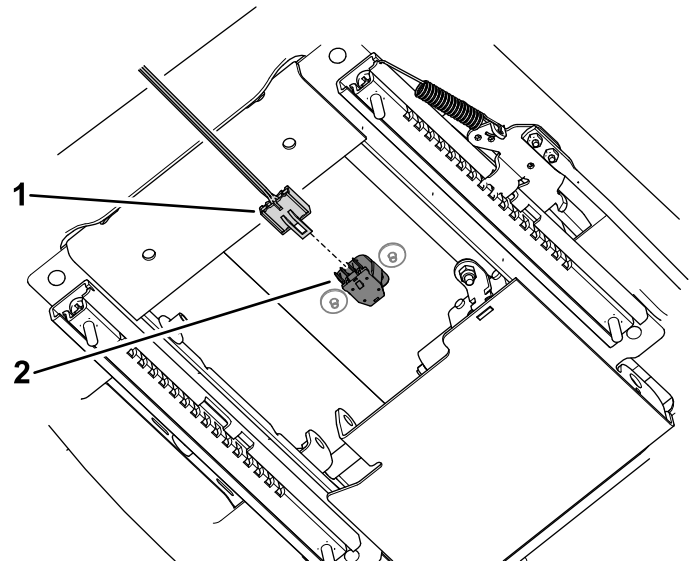

図 3
3. シートスイッチのワイヤハーネスの P01 というラベルのついたコネクタを運転席裏側のコネクタに接続する 図 3。